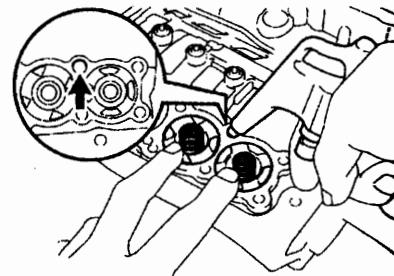

图 12-1-4
- (18) 如图 12-1-4 所示，将压缩空气吹入油孔内，拆下 C2 蓄能器活塞和弹簧，并从活塞下拆下两个 O 形圈。注意：操作时要小心，因为 C3 和 B3 蓄能器活塞可能会弹出。
- (19) 如图 12-1-4 所示，将压缩空气吹入油孔内，拆下 B3 蓄能器活塞和弹簧，并从活塞上拆下两个 O 形圈。注意：操作时要小心，因为 C3 蓄能器活塞可能会弹出。